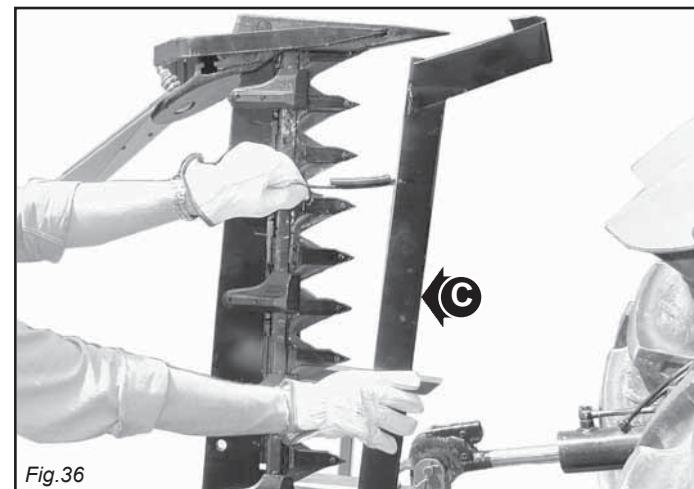

Fig. 36
- Introduceți protecția lamelor tăietoare și frânei externe (C Fig. 36).